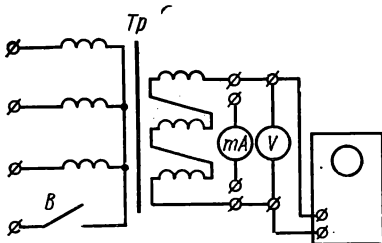

Рис. 2.73
5. При соединении обмоток генератора или вторичных обмоток трансформатора треугольником сумма всех фазных э. д. с. прямой и обратной последовательности равна нулю. Сумма гармоник э. д. с., кратных трем, не равна нулю, и вольтметр, включенный в открытый треугольник (рис. 2.73), покажет напряжение
6. Если соединить первичную обмотку трансформатора в звезду с нейтральным проводом, то в этом проводе и в обмотках возникнут несинусоидальные токи, содержащие все нечетные гармоники. Тогда магнитные потоки и э. д. с. вторичных обмоток будут синусоидальными, а вольтметр покажет нуль (рис. 2.73).
7. Собрать цепь (см. рис. 2.73). При разомкнутом нейтральном проводе первичной обмотки измерить напряжение в открытом треугольнике вторичных обмоток (U_{Δ}). Скопировать на кальку изображение третьей гармоники напряжения.